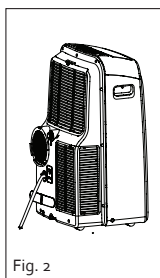
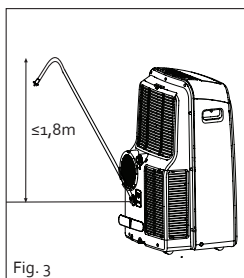

Fig. 2
Fig. 3
3. Assurez-vous que l'eau puisse s'écouler en toute sécurité et en permanence (Fig. 2). L'eau est pompée hors de l'appareil. Vous pouvez dès lors relever le flexible de vidange à 1,8 m maximum (Fig. 3).